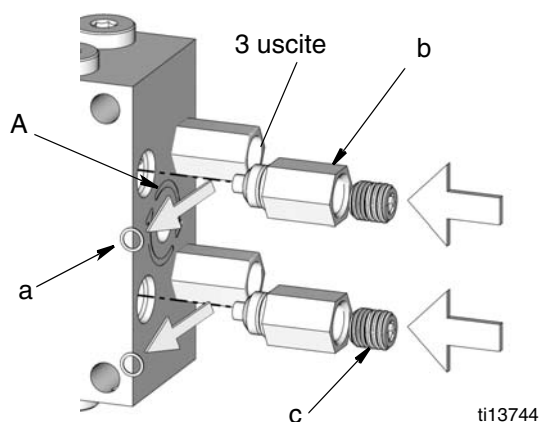

FIG. 1
2. Rimuovere la guarnizione (a) dall'adattatore dell'uscita (b) (FIG. 1).
Il lubrificante dall'adattatore dell'uscita tappata è reindirizzato all'uscita successiva sul blocco del ripartitore USP fluendo in senso orario, seguendo le frecce (A) stampate sul blocco (vedere FIG. 1).
Per esempio in FIG. 1: Rimuovendo le guarnizioni e tappando i 2 adattatori di uscita si triplicherà la quantità di lubrificante per l'uscita successiva. Questa uscita includerà l'uscita per le uscite tappate che sono ora impostate come una propria uscita.
1. Rimuovere la guarnizione (a) dall'adattatore dell'uscita (b) (FIG. 1).